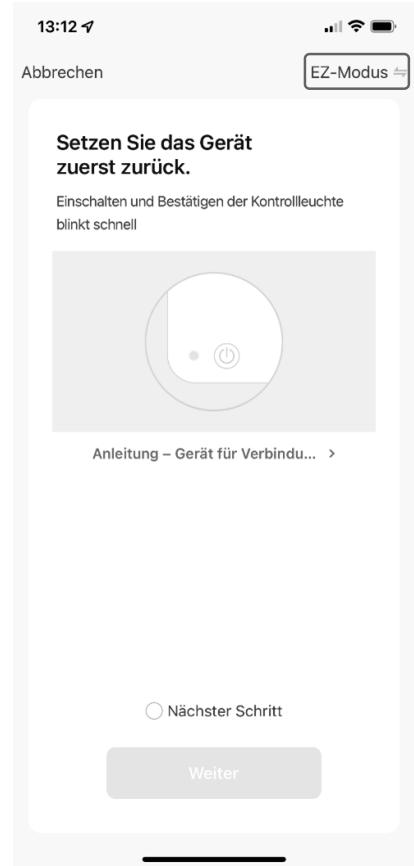

Abb. 4
- ▶ Tippen Sie nun oben rechts auf EZ-MODUS (**s. Abb. 4**).